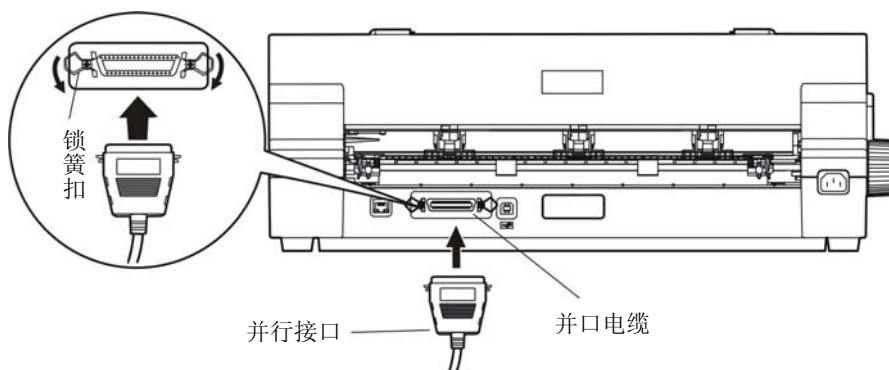

图 2-10 连接并口电缆
1. 关闭计算机与打印机的电源，将并口电缆插头连接到打印机的并行接口，扣上连接器两侧的锁簧扣，使插头固定（如图 2-10 所示）。